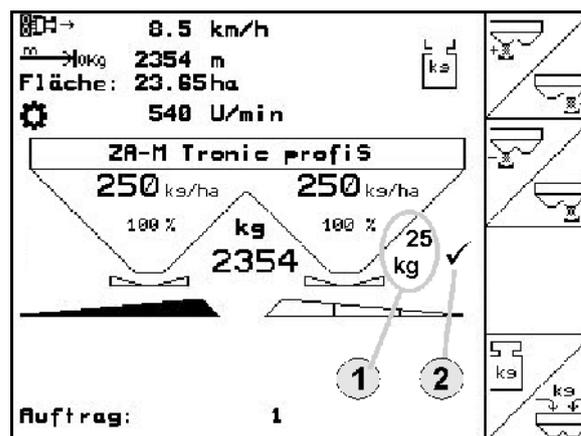

Fig. 33
- Le volume d'engrais épandu est affiché sur le Menu travail (Fig. 33/1).
- Le système indique dans le menu de travail lorsque 200 kg d'engrais ont été épandus (Fig. 33/2).